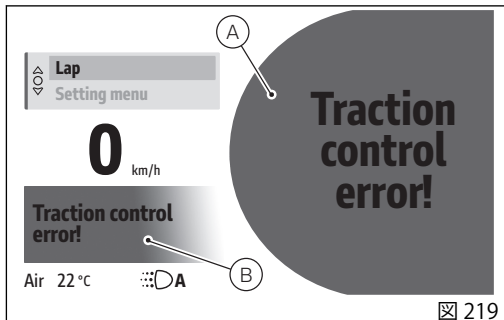

図 219
エラーが発生すると、メイン画面に大きい通知 (A) が赤色で 10 秒間点滅表示されてから、小さい表示 (B) に変わります (Info Mode Track および Road、図 219) (Info Mode Track Evo、図 220)。